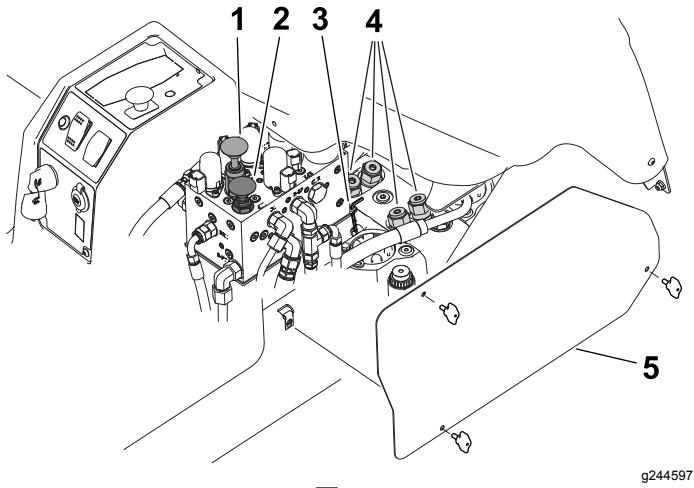

図 63
注 油圧マニホールドの隣に六角レンチ 6 mm が備え付けられています 図 63。このレンチで以下の操作を行ってください。
- コントロールコンソール右側のアクセスパネルを外す 図 63。